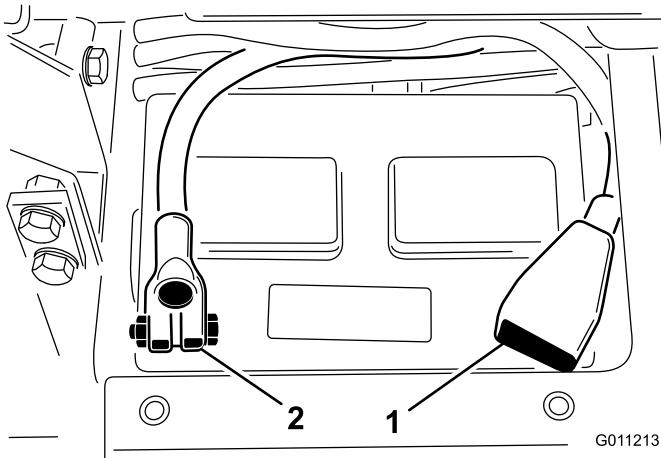

図 5
- 赤い（+）ケーブルをバッテリーの（+）端子に、黒いケーブル（-）はバッテリーの（-）端子にはめ、ボルトとナットで固定する（図 5）。プラス端子が電極に十分にはまり込んでいること、ケーブルの配線に無理がないことを確認する。ケーブルとバッテリー・カバーを接触させないこと。